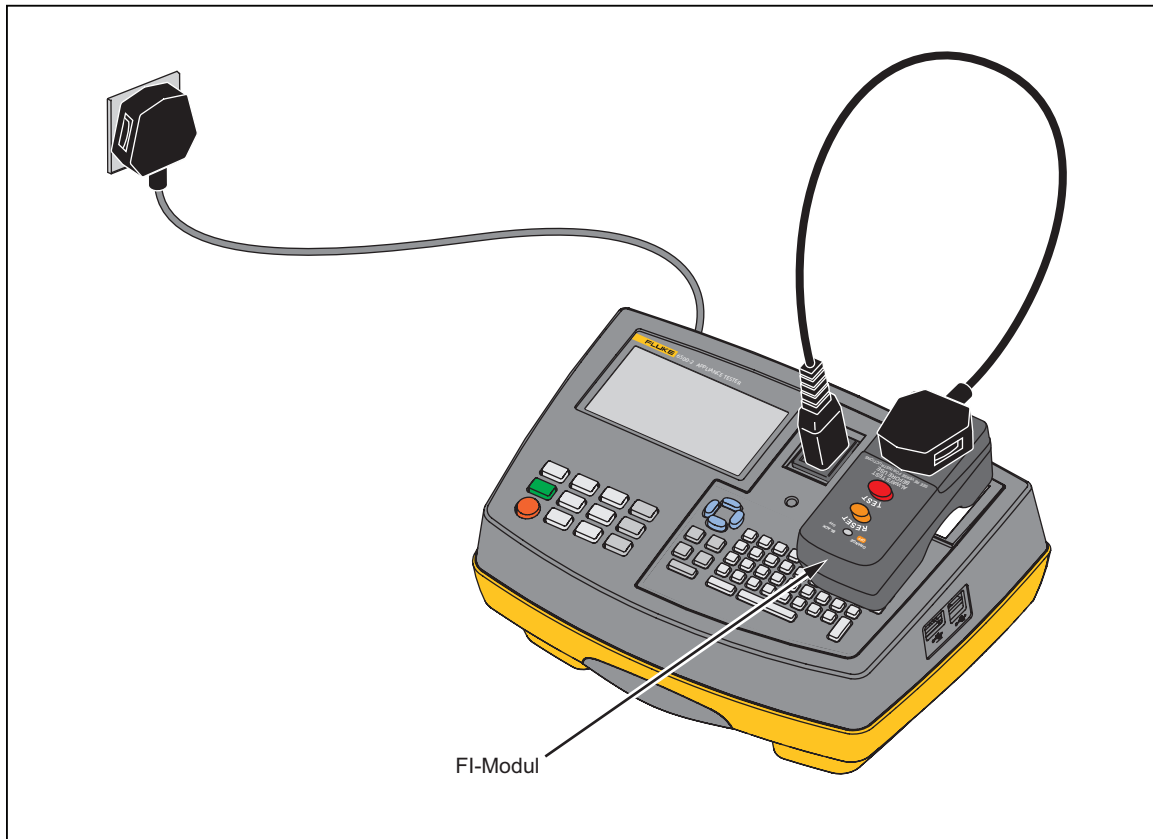

Abbildung 9. Prüfung von Allzweck-Wechselstrom-FI-Modulen
2. Schließen Sie den Ausgang des FI-Moduls an den IEC-Steckverbinder mit der IEC-Leitung an. Siehe Abbildung 9.